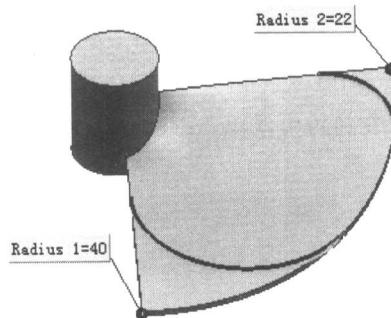

图1-17
9. 使用【边倒圆】功能，参照图 1-17 所示，进行倒圆角。